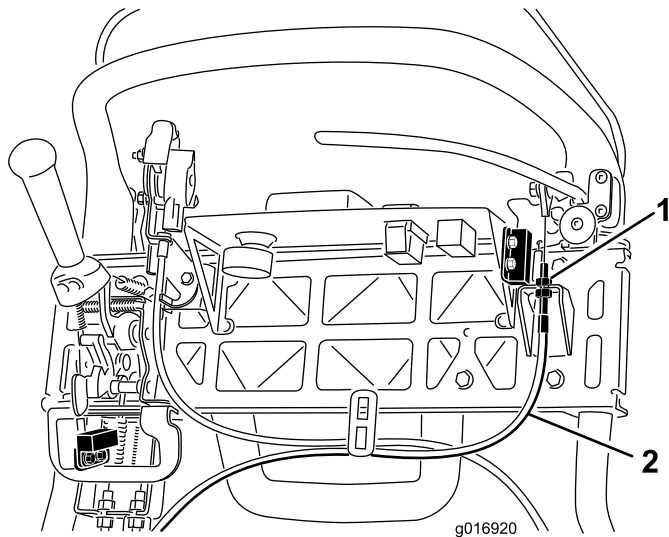

Рисунок 40
3. Для увеличения натяжения тросика ослабляйте верхнюю зажимную гайку тросика и затягивайте нижнюю зажимную гайку тросика (Рисунок 40) до тех пор, пока усилие на рукоятке рычага тормоза, требуемое для отпускания фиксатора стояночного тормоза, не составит 156 Н. Не допускайте перерегулирования, иначе тормоз может прихватывать.